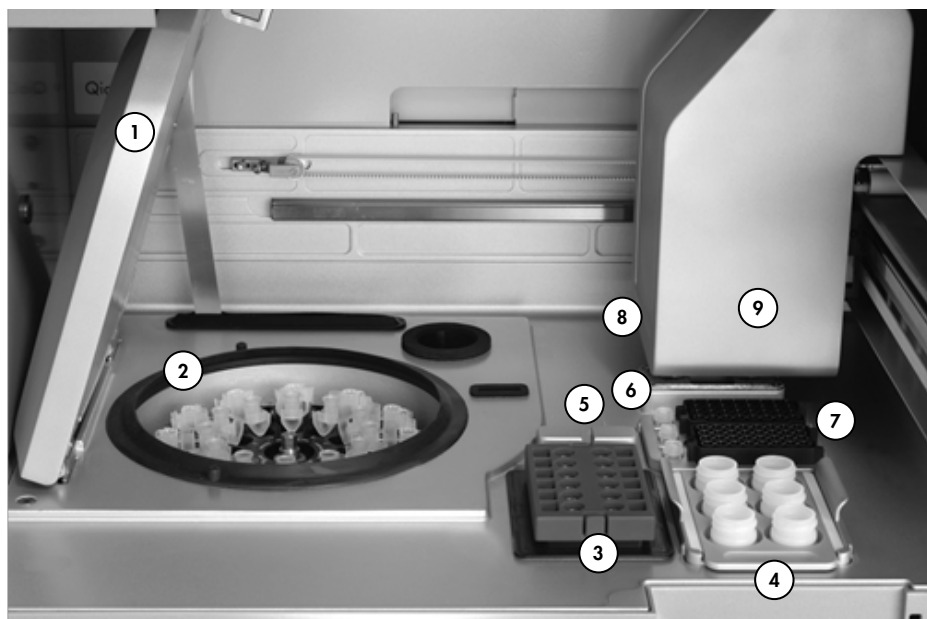

Figure 17. Vue de l'intérieur du QIAcube.
Placer 2 portoirs remplis avec des pointes de pipette à filtre de 1 000 µl dans le QIAcube (voir figure 17, page 42). Remplir de nouveau les portoirs avec des pointes de pipette lorsque cela s'avère nécessaire.
Retirer les tubes de traitement (PT) des cycles précédents laissés dans les emplacements pour tubes de microcentrifugation (voir figure 17, page 42). Remplir 3 tubes de traitement (PT) avec la quantité de réactif indiquée dans le tableau 5, en fonction du nombre d'échantillons prévus dans le cycle.